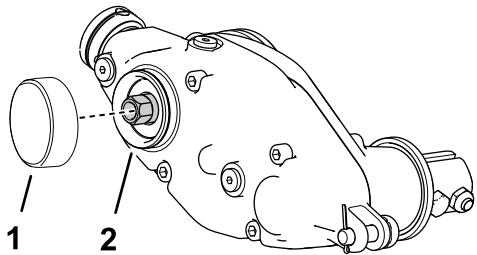

Figure 16
1. Appliquez du frein-filet moyenne résistance (tel que Loctite 609® vert) sur la rainure du circlip et la surface du diamètre extérieur (Figure 16).
2. Montez le capuchon comme montré à la Figure 16.